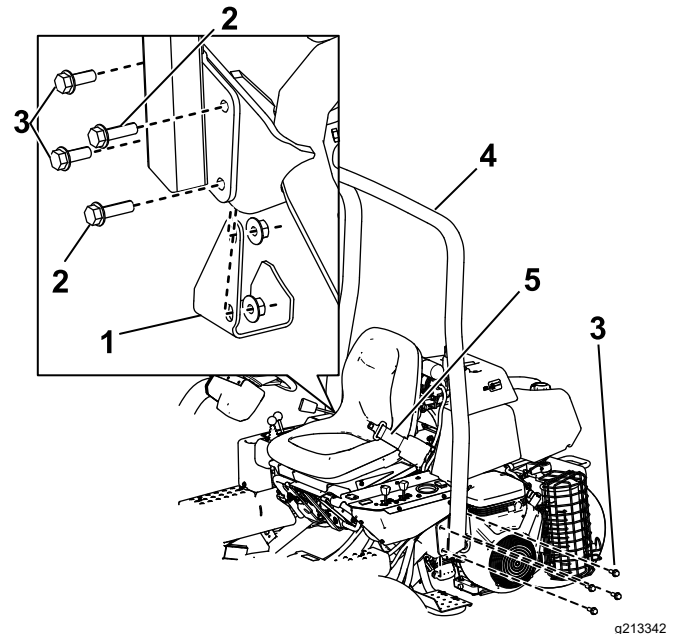

Figure 4
2. Abaissez l'arceau de sécurité (Figure 4) sur les supports de montage en alignant les trous de fixation.
3. Fixez le côté gauche de l'arceau de sécurité au support de montage avec 4 boulons (1/2" x 1 1/2") et contre-écrous (Figure 4).
5. Fixez le côté droit de l'arceau de sécurité et l'appui de cric déposé précédemment sur le support de fixation au moyen de 2 boulons (1/2" x 1 1/2"), 2 boulons (1/2" x 1 3/4"), 1 rondelle et des contre-écrous, comme montré à la Figure 4.